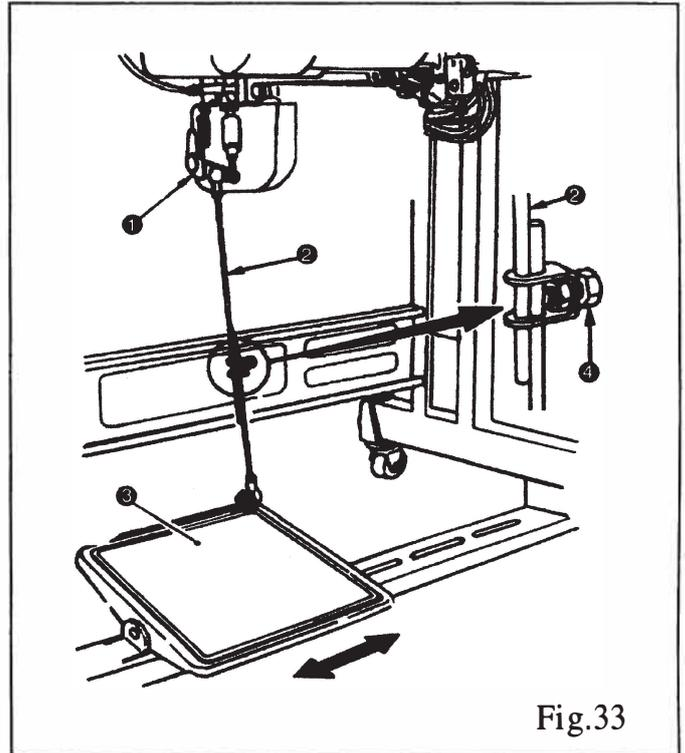

Fig.33
28. AJUSTE DEL PEDAL (FIG. 33)